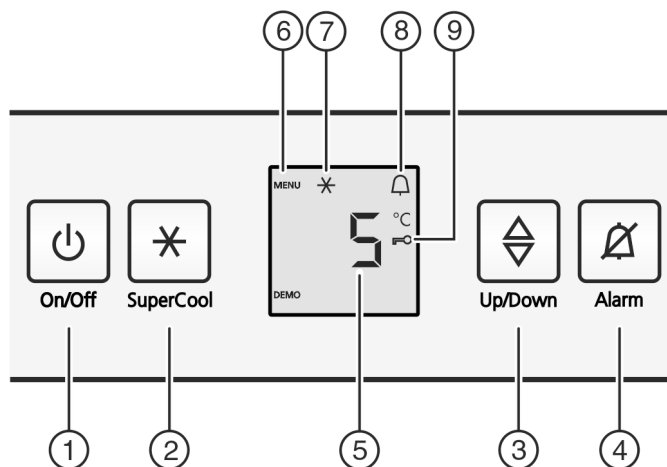

Fig. 2
- ▶ Appuyez sur la touche marche/arrêt Fig. 2 [1].
- ▶ Appuyer env. 5 secondes sur la touche SuperCool Fig. 2 (2).
- ▷ Le symbole Menu Fig. 2 (6) apparaît dans l'affichage.
- ▶ Confirmer brièvement avec la touche SuperCool Fig. 2 (2).
- ▷ Le symbole Sécurité enfants Fig. 2 (9) s'allume dans l'affichage.
- ▶ Appuyer brièvement sur la touche On/Off Fig. 2 (1).
- ▶ Appuyer sur la touche Alarme Fig. 2 (4).
- ▶ Appeler la fonction de température : appuyer sur la touche de réglage Fig. 2 (3).
- ▶ Modifier la température par incrément de 1 °C : appuyer sur la touche de réglage Fig. 2 (3) jusqu'à ce que la température souhaitée apparaisse dans l'affichage de température.